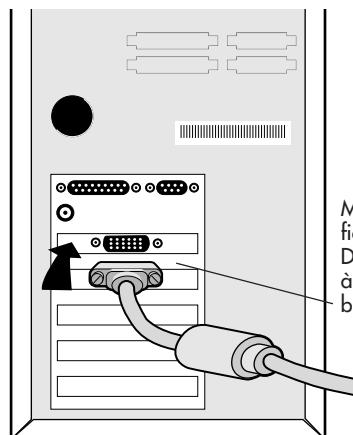

Figure A.1
2. Pour le PC : Connecter la mini-fiche D-SUB à 15 broches du câble d'interface au connecteur sur la carte vidéo de votre ordinateur (**Figure A.1**) et l'autre extrémité du câble d'interface à l'arrière du moniteur (**Figure A.2**). Serrer toutes les vis. Reportez-vous au paragraphe 4.